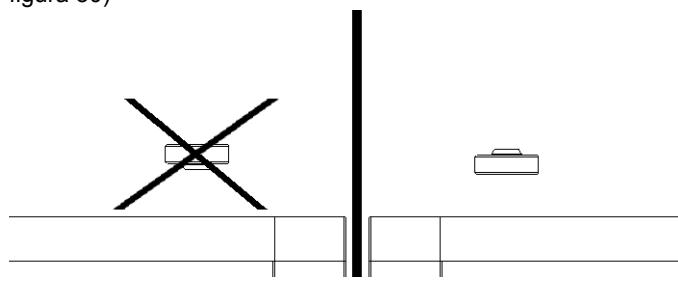

figura 30
- Rimontare il galleggiante, avendo cura di rispettare l'orientamento indicato in figura, e la forcella di fissaggio.(vedere figura 30)